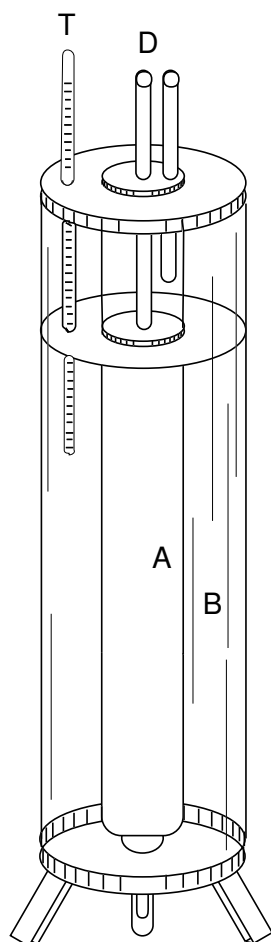

Рис. 2:
Прибор (рис.2) состоит из вертикальной стеклянной трубки  $A$ , наполненной парафиновым маслом. Чтобы предохранить трубку  $A$  от резких колебаний температуры, она помещена в широкий стеклянный цилиндр  $B$ , наполненный водой. Термометр  $T$  показывает температуру воды с точностью до  $0,1^\circ$ . Температурная защита необходима по двум причинам: 1) вязкость жидкостей сильно зависит от температуры; 2) при резких колебаниях температуры в масле возникают конвекционные потоки, которые при малых скоростях внесут большие ошибки в результат измерений. Трубка  $A$  закрыта наверху пробкой. Для введения шарика в жидкость в центре пробки сделано отверстие, в которое вставлена узкая стеклянная трубочка  $D$ . Шарик опускается в эту трубочку и проталкивается в жидкость стеклянной палочкой. Такое простое приспособление заставляет шарик падать вдоль оси трубки. Насколько это важно, можно легко убедиться, если заставить шарик падать около одной из стенок широкой трубки  $A$ . В этом случае из формулы (7) для  $\eta$  получаются неверные значения.